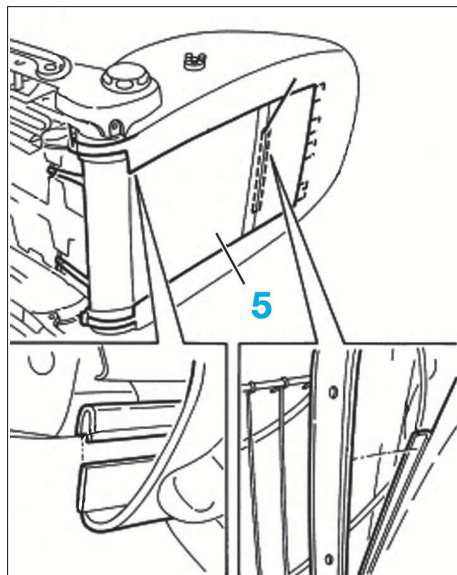

FIG. 15
- Déposer la garniture arrière (5) du dossier de siège (Fig.15).